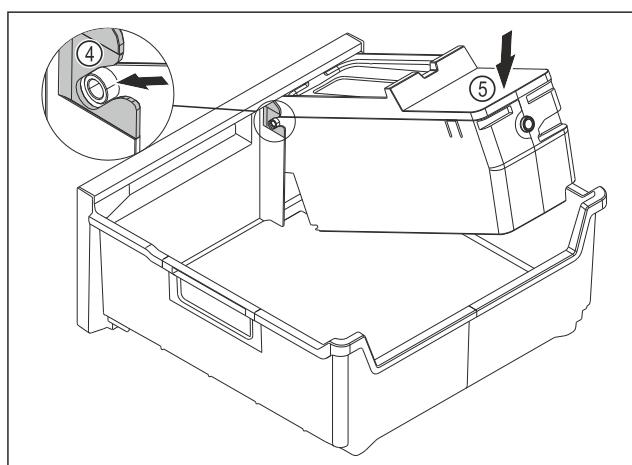

Fig. 91
- Встановіть корпус EasyTwist-Ice: Вставте осі корпусу EasyTwist-Ice в напрямні Fig. 91 (4).
- Натисніть на корпус EasyTwist-Ice Fig. 91 (5) ззаду вниз.